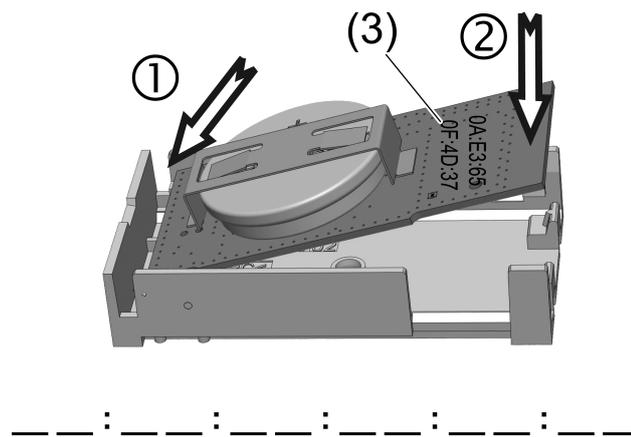

Figura 5: Far scattare la scheda elettronica
- Osservare l'indirizzo MAC (3) (Figura 5). L'indirizzo è necessario per connettere il sensore all'unità.
- Posizionare la scheda elettronica nella parte inferiore dell'alloggiamento. Spingere prima la scheda elettronica completamente verso la parte anteriore dell'alloggiamento e successivamente spingere verso il passo la parte posteriore della scheda elettronica (Figura 5).